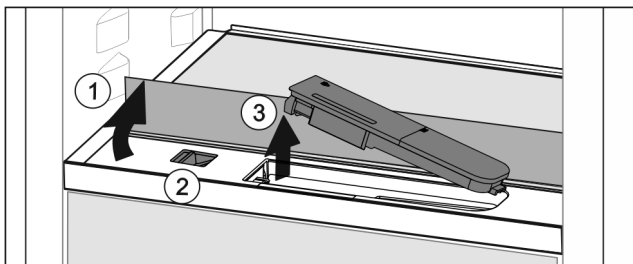

Fig. 87
- ▶ Levante la plancha de cristal y bájela hacia atrás hasta el tope Fig. 87 (1).
- ▶ Desplace la compuerta Fig. 87 (2) hacia la izquierda.
- ▶ Retire el depósito de agua Fig. 87 (3).